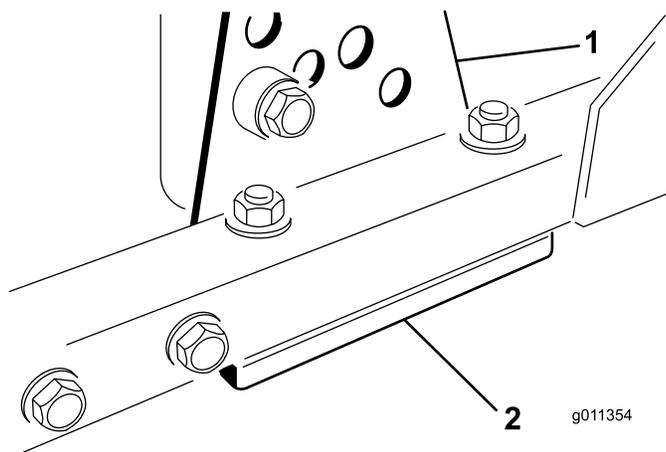

Рисунок 82
1. Снимите кронштейн высоты скашивания (передний, левый или правый) с рамы режущего блока (Рисунок 82).
2. Отрегулируйте количество регулировочных прокладок толщиной 1,5 мм и/или 0,7 мм между рамой режущего блока и кронштейном, чтобы получить необходимую настройку высоты (Рисунок 82).